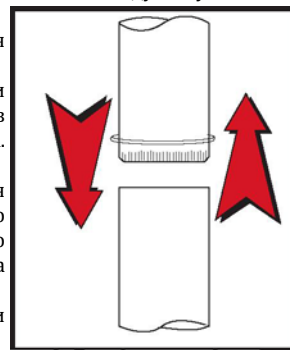

Рисунок 5. Изогнутый (гофрированный) конец соединительного элемента направлен на печь.
Соединительным элементом дымохода является одноконтурная или двухконтурная труба, которая соединяет печь с дымоходом. Дымоходом называется кирпичная или предварительно изготовленная конструкция, которая окружает трубу. Соединительные элементы дымохода используются только для того, чтобы соединить печь и дымоход (см. рисунок 5).
- Начните собирать соединительный элемент с воротника трубы печки. Вставьте первый изогнутый (гофрированный) конец в воротник трубы печки. Следите, чтобы все изогнутые (гофрированные) концы смотрели по направлению к печке (Рисунок 5 Основываясь на отверстиях в воротнике, просверлите отверстия 1/8" (3мм) в нижней части первого участка соединительного элемента и прикрутите его к воротнику, используя три винта скрепления листового металла. Требуемый винт #10 x 1/2".